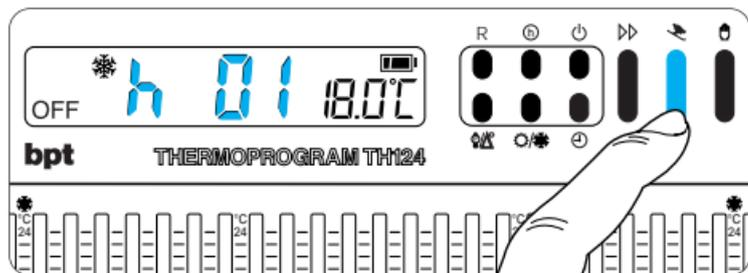

Fig. 39
13.2 - Premere il pulsante  (fig. 39).